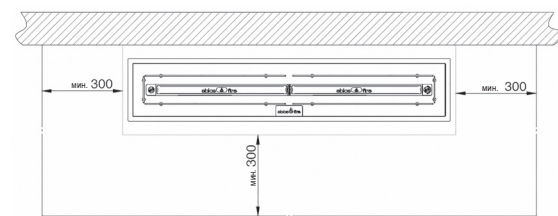

Рис. 20. Минимальные расстояния до горючих элементов конструкции
- До расположенных по бокам горючих элементов конструкции, мебели, декораций или штор необходимо соблюдать минимальное расстояние в 1000 мм (см. рис. 20), чтобы обеспечить достаточную защиту от тепла! Запрещено располагать предметы поверх мебели ebios-fire до самого потолка помещения (расстояние до потолка > 1000 мм) (см. рис. 19)!